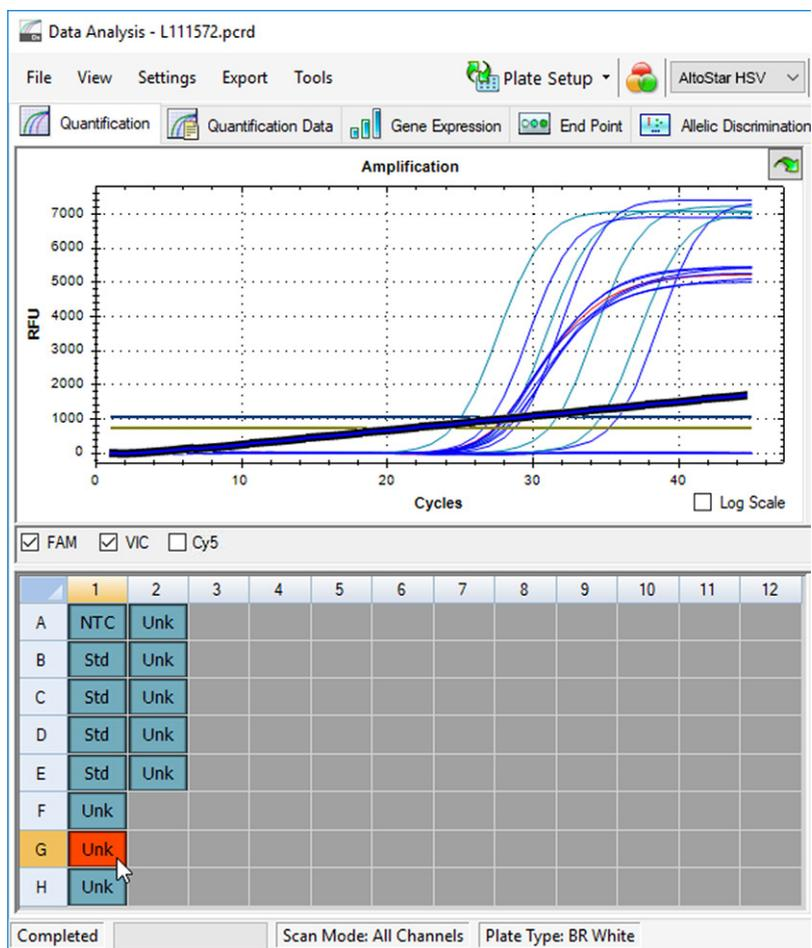

Figura 36: Ventana Data Analysis (análisis de datos): señal de PCR irregular
2. Identifique pocillos con señales de PCR irregulares (aumento de señal lineal, picos de señal, etc.) en cualquiera de los canales de detección FAM™ (HSV-1 objetivo), VIC™ [Internal Control (control interno)] o Cy5 (HSV-2 objetivo) (consulte la Figura 36).